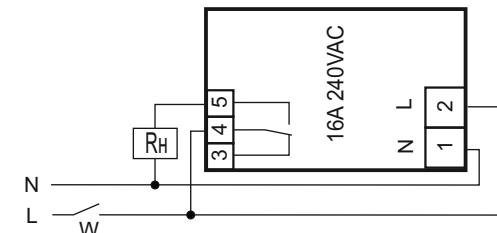

Рис.1 Схема подключения реле RN-01-02
8.2. Подключить нагрузку к изделию (см. рис.1). Для этого используйте одножильный или многожильный провод с двойной или усиленной изоляцией сечением, соответствующей мощности нагрузки. Переменное **фазное** напряжение **220 В, 50 Гц** подается на контакты **L** и **N** изделия и на контакт **4**. Напряжение может подаваться через выключатель **W** или напрямую.